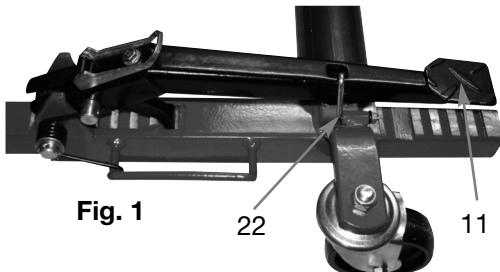

Fig. 1
2. Open de haak (22) om het voetpedaal (11) los te laten (**Fig. 1**).